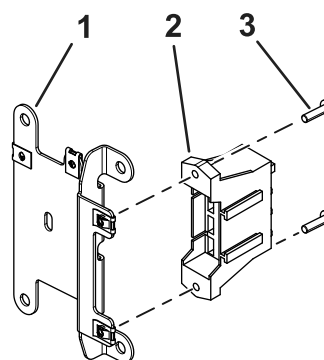

Figur 2
2. Monter hastighedsmøtrikkerne af U-typen på sikringsmonteringspladen (Figur 2).